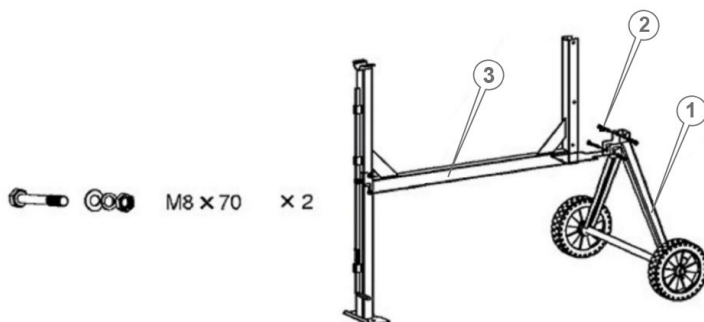

Рисунок 14. Схема загального складання рами моделей «БМ-160-ЗНН», «БМ-180-ЗНН».
3. Встановити колісну опору, закріпити болтами (рис. 14) та переконатися, що всі болти та гайки затягнуті.